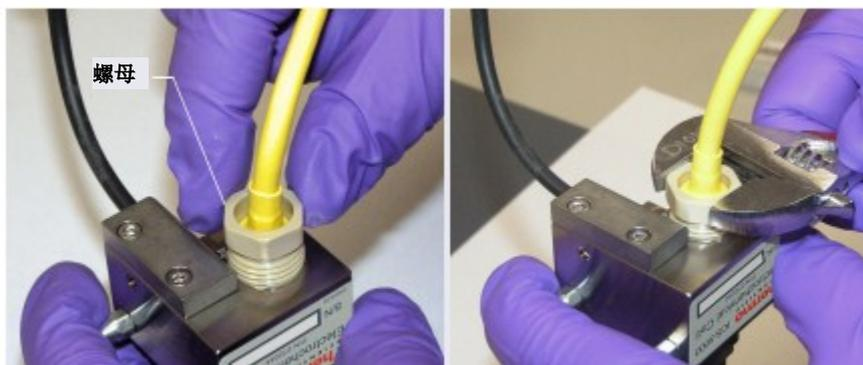

图 10-76. 安装 PdH 参比电极螺母
- 将 PdH 参比电极上的螺母拧入参比电极孔，并用手指将其拧紧（见图 10-76）。然后再用扳手将螺母拧紧 20 至 30°。